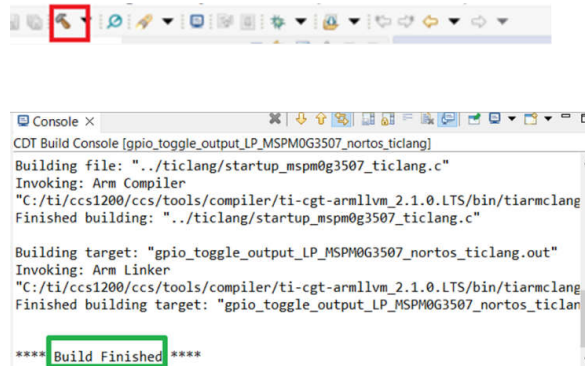

图 2-35. 成功构建
- 完成软件评估后，请点击主工具栏中的“Build”图标，如图 2-35 所示。出现“Build Finished”字样即表示已成功编译。